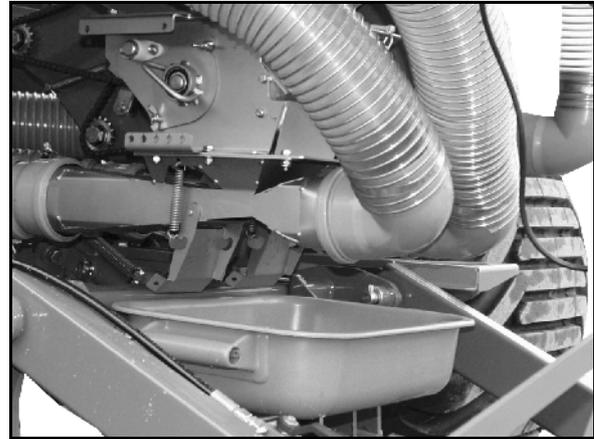

Fig. 120
- o Fig. 120 : auget d'étalonnage sous le doseur de semences.